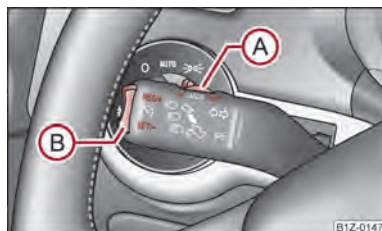

Fig. 104 Manette de commande : Interrupteur et contacteur du régulateur de vitesse
Le régulateur de vitesse est commandé au moyen du contacteur (A) → fig. 104 et de l'interrupteur (B) dans la manette gauche de la commande multifonctions.
- Poussez le contacteur (A) pour le mettre sur **ON**.
- Une fois la vitesse souhaitée obtenue, appuyez sur l'interrupteur (B) pour la mettre sur la position **SET**.
- Vous pouvez augmenter la vitesse mémorisée sans actionner la pédale d'accélérateur en appuyant sur la touche à bascule (B) → fig. 104 pour la mettre sur la position **RES**.
La **reprise** de la vitesse mémorisée a lieu en relâchant la pédale de frein ou la pédale d'embrayage, sur les véhicules avec boîte de vitesses automatique, uniquement en relâchant la pédale de frein et en appuyant brièvement sur la touche à bascule (B) → fig. 104 dans la position **RES**.
- Poussez le contacteur  $\Rightarrow$ fig. 104 vers la droite sur la position **OFF**.